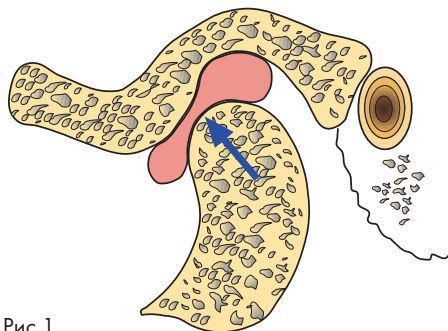

Рис.1
Проведение терапевтического лечения синдрома MPD существенно упрощается при точном знании причин в каждом отдельном случае. При этом однозначно установлена причинно-следственная связь, следуя которой нарушения прикуса зубов, превышающие всего 10-20 м, могут вызывать нарушения жевательных функций (Prof. Meyer). Такие пациенты с указанными функциональными расстройствами приобретают, как правило, новый привычный прикус зубов, который отличается от положения центрального прикуса (CR) (см. Рис. 1).